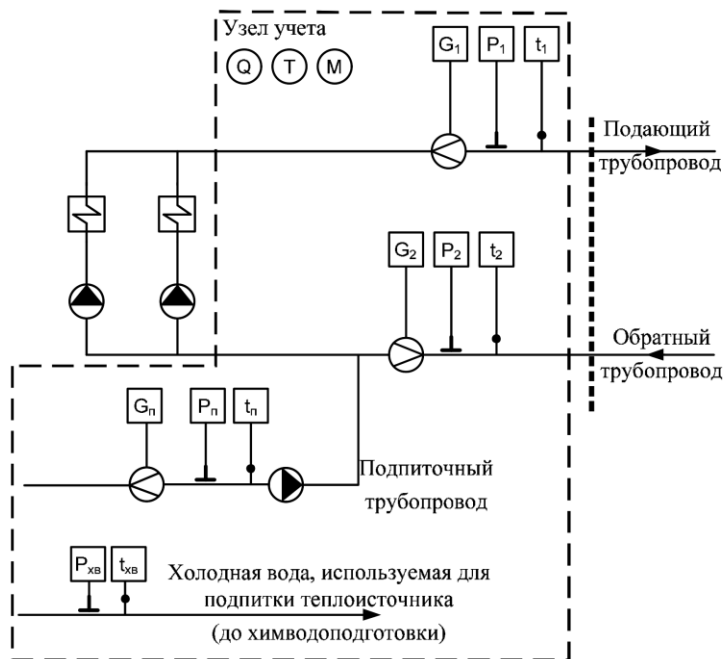

Рисунок 2.6 Принципиальная схема узла учета теплоносителя на теплоисточнике с индивидуальной подпиткой
4.	Активируем главное меню: «Оперативные данные» 1. Активируем подменю: «Узлы учета» 1.1 Активируем подменю: «Узел учета 01» (УП, в соответствии с шаблоном, устанавливает первый по списку тип УУТ - «Водяная система» , см. таблицу 2.5; п. 6.1.2.3 ТКП 411-2012) Тип УУТ - «Водяная система» , упорядочивает систему учета распределения теплоносителя по типам использования: подающий ТР , обратный ТР и ТР подпитки, КУ распределения потерь тепла по данной тепломагистрали и способы обработки возможных НС. Установленный тип узла учета - это программно-математический эквивалент принципиальной схемы учета теплоносителя с индивидуальной подпиткой тепломагистрали (рисунок 2.6), который обеспечивает измерение и регистрацию количества тепловой энергии и параметров теплоносителя на теплоисточнике. Следующим шагом конфигурирования прибора является установка настроечных данных по подающему и обратному ТР , ТР подпитки, КУ давления и температуры холодного источника